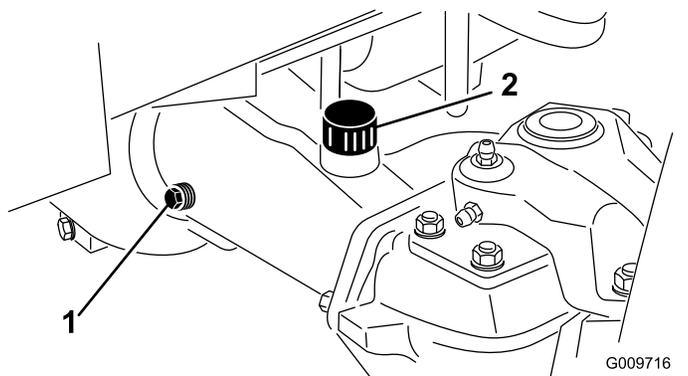

Рисунок 106
2. Снимите контрольную пробку с одного конца моста и убедитесь, что масло доходит до низа отверстия (**Рисунок 106**).